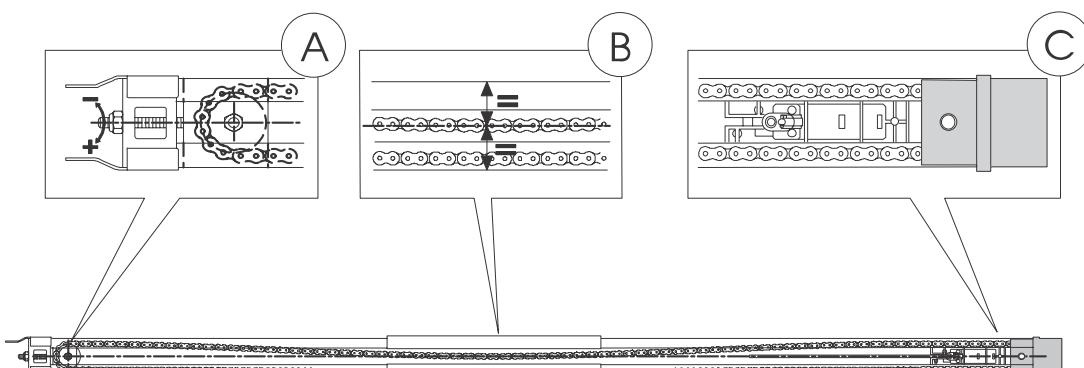

Abb. 8
- 5) Die Gleitführung auf die Seite legen (Abb. 8).
- 6) Den Schlitten in die Nähe der Zugkupplung schieben (Abb. 8 Bez. C).
- 7) Den Spanner (Abb. 8 Bez. A) so einstellen, dass der mittlere Bereich der Schleife (bestehend aus dem oberen Kettenrum) in etwa mit der Mittellinie der Gleitführung übereinstimmt (Abb. 8 Bez. B).